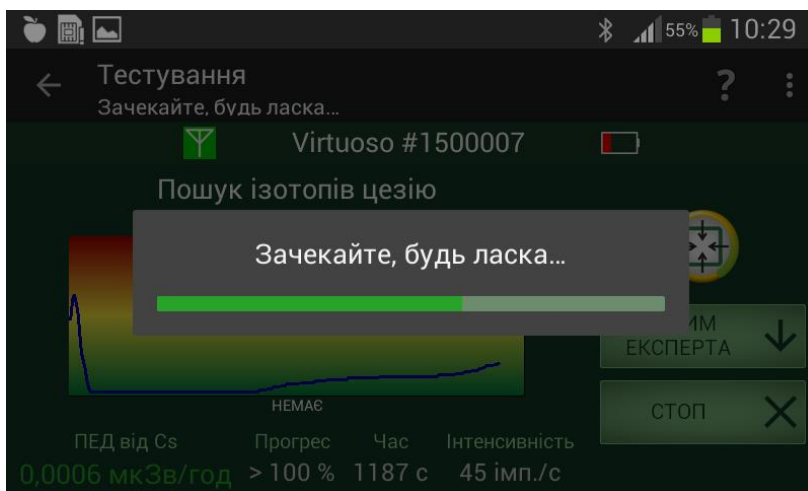

Рисунок 2.51 – Корекція результату
2.6.3.9 Набагато більш достовірним буде результат, коли ви продовжите вимірювання після 100 %, натиснувши кнопку «ПРОДОВЖИТИ ПОШУК». Якщо ви зупините вимірювання після натискання кнопки «СТОП», то ви побачите наступне повідомлення (див. рис. 2.51). Якщо після цієї зупинки, під час котрої відбудеться корекція результату, ще подовжити час вимірювання, то результат вимірювання буде ставати ще більш достовірним.